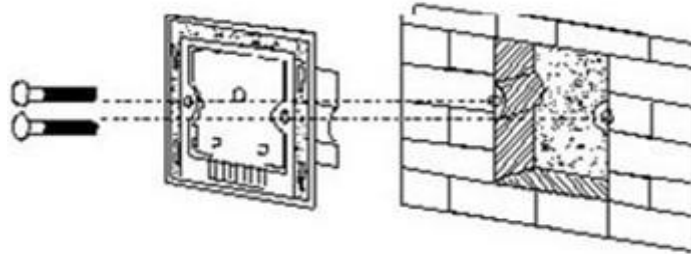

图 3
- ① “L” 接线柱——连接220V 电源的火线；
- ② “N” 接线柱——连接220V 电源的零线；
- 4) 安装开关底座，如图3所示，接好线后将触摸开关装在墙上暗盒内，再打上螺丝，使之固定在墙面，将底座装到墙上，再把面板盖好并压紧。